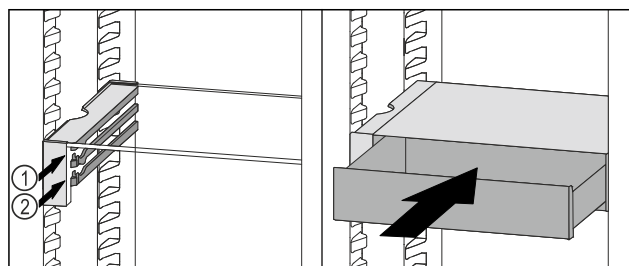

Fig. 121
- VarioSafe-lade achter de stoppers op de gewenste rib Fig. 121 (1) of Fig. 121 (2) plaatsen.